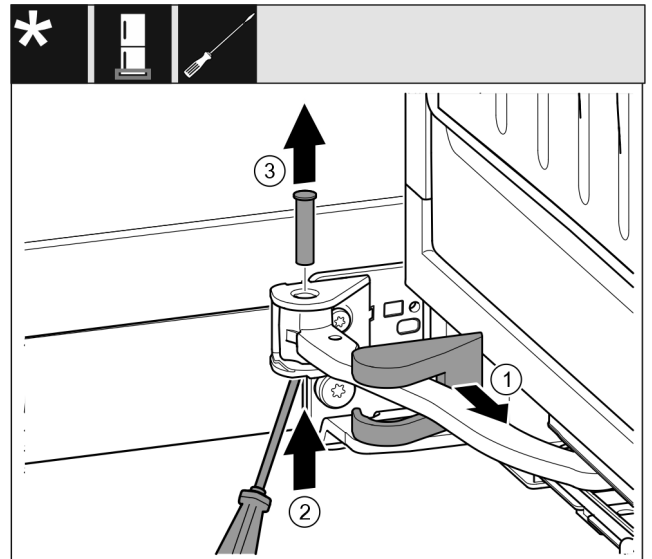

Fig. 13
- ▶ Retirer le cache du support de palier et le déplacer le long de l'articulation. Fig. 13 (1)
- ▶ Soulever par le bas le boulon avec un doigt ou un tournevis. Fig. 13 (2)
- ▶ Placer le tournevis sous la tête du boulon et le sortir. Fig. 13 (3)